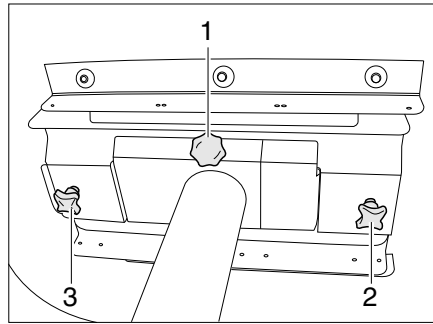

Bild 80 Fester Tisch (Ansicht von unten)
- Befestigungsschrauben (Bild 80,2 und 3) lösen.
- Befestigungsschraube (Bild 80,1) ganz herausdrehen.
- Die Rändelschrauben (Bild 80,2 und 3) lösen.